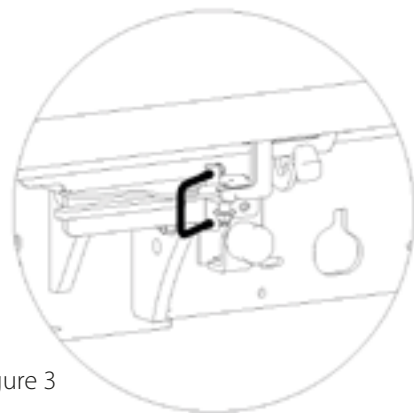

Figure 3
- Déverrouiller la sauterelle (figure 3) avant d'effectuer le bennage (Ouverture automatique des crochets des gâches inférieures).